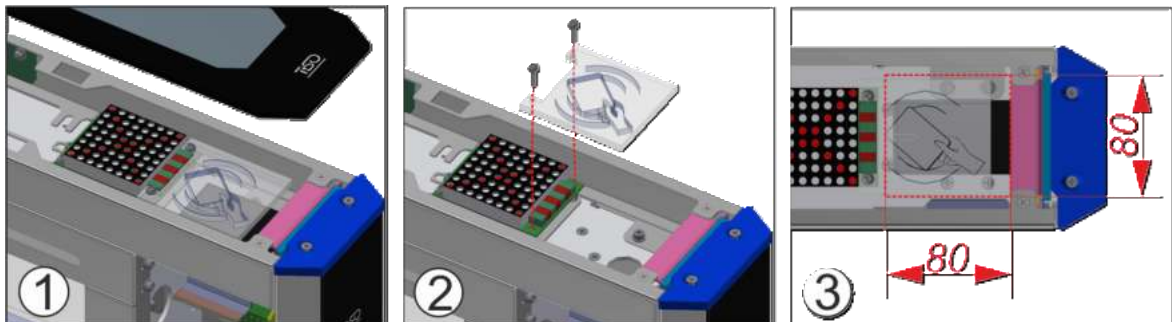

Рис.23 - Встановлення зчитувача карт
- 5 встановити зчитувач, якщо потрібно (див.Рис.23);
г) встановити зчитувачі безконтактних (проксиміті) карт, за наявності системи контролю та управління доступом (СКУД) (Рис.23).
1. Зняти кришку або скляну стільницю (Рис.23);